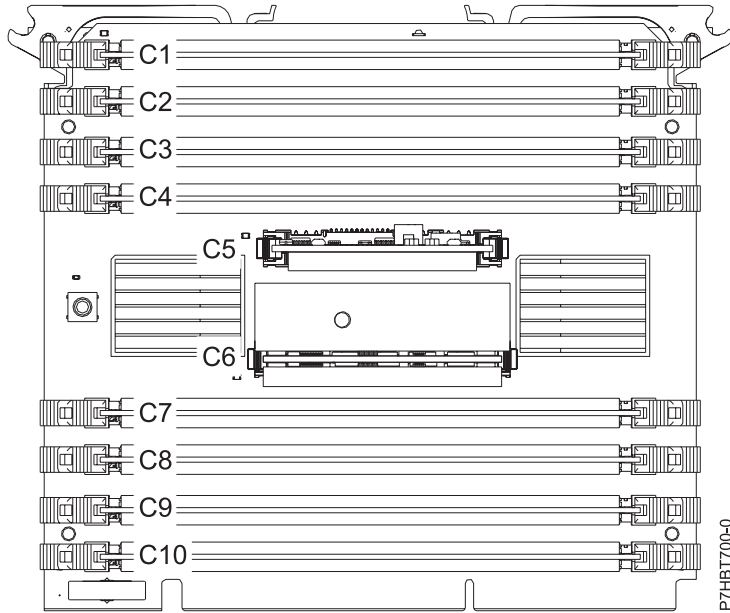

Figure 5. Emplacement du régulateur de tension de mémoire
11. Repérez le régulateur de tension de mémoire à retirer du bloc processeur système. La figure 5, à la page 17 montre l'emplacement des régulateurs de tension mémoire (C5 et C6) sur le bloc processeur système.